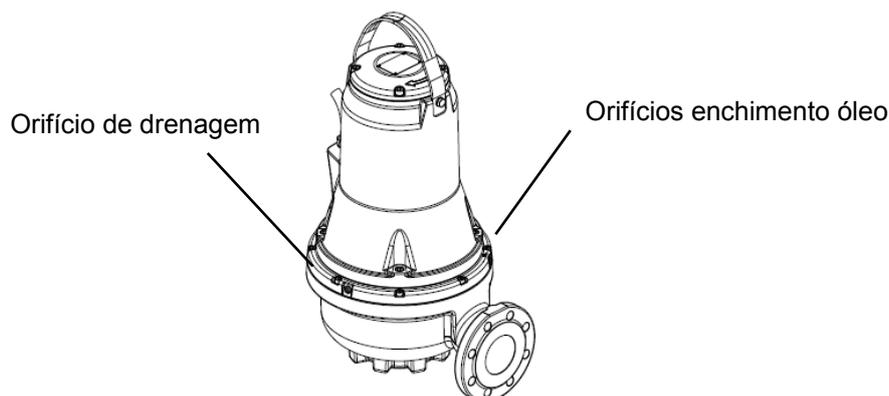

Fig. 6
**Durante o posicionamento da bomba, pode ficar ar bloqueado no interior do corpo da bomba. O ar pode ser aliviado do corpo da bomba instalando-a depois de removido o bujão especial do orifício de drenagem que se encontra lateralmente na bomba. (Fig. 6).**